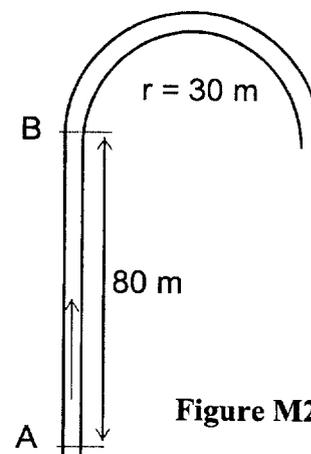

Figure M2
7. La moto arrive en A avec une vitesse de 140 km.h^{-1} (figure M2).